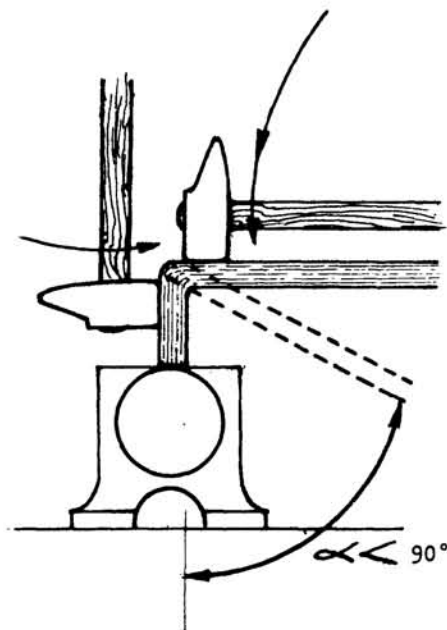

Fig. 4
- ___ b Apoye el material en el yunque (fig. 4).